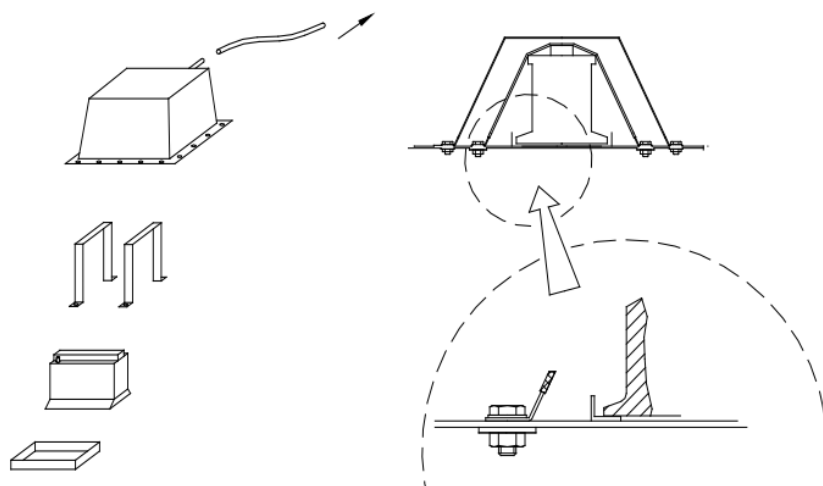

Рис. 5.7. Крепление аккумуляторной батареи.
- Если первоначальное месторасположение аккумуляторной батареи изменено, то она должна быть полностью закрыта электроизолирующим колпаком. Батарея должна быть прикреплена к кузову с использованием металлического гнезда и двух металлических хомутов (не менее 5 мм в диаметре) или металлических пластин (толщина не менее 3 мм, ширина не менее 25 мм) с любым изоляционным покрытием, прикрепленных к основанию болтами и гайками (Рис. 5.7). Для